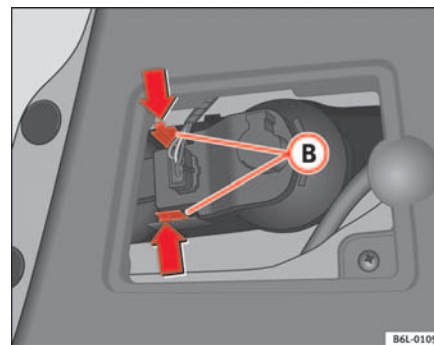

Fig. 152 Feu arrière dans le hayon
- Presser les languettes **(B)** ⇒ page 226, fig. 152 du porte-lampes et les extraire.